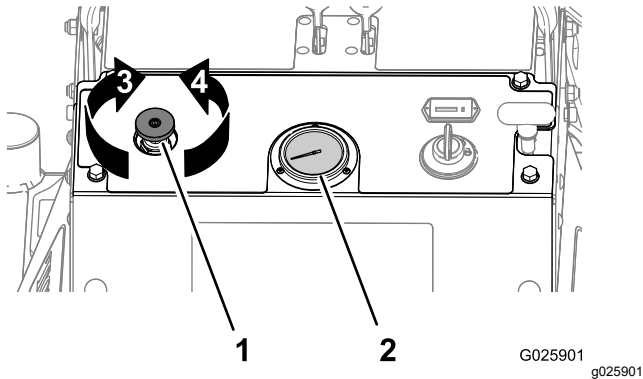

Figure 17
Remarque: Première utilisation : réglez la commande de pression des louchets afin que le manomètre des louchets (Figure 17) indique 24 bar (350 psi).
- Tournez la commande de pression des louchets **dans le sens antihoraire** (Figure 17) pour augmenter la pression vers le bas afin de retirer une carotte **plus courte**.
- Tournez la commande de pression des louchets **dans le sens horaire** (Figure 17) pour réduire la pression vers le bas afin de retirer une carotte **plus longue**.